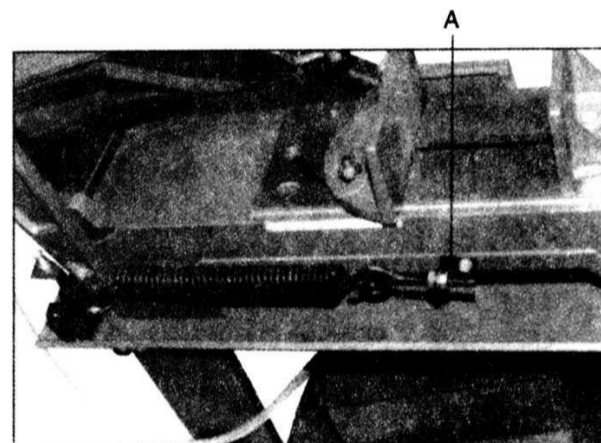

рис. 16
5. Отрегулируйте натяжение примерно до 5–6 кг. Поверните болт (А, рис. 16).